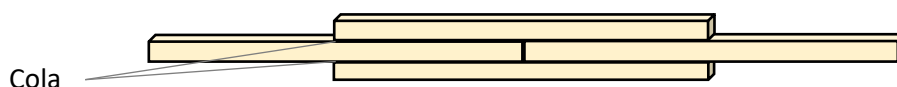

Figura 1: Esquema de emenda das barras
- 5) Podem ser feitas juntas para as barras com emendas por superposição de palitos, ficando a critério de grupo a forma de ligação. Recomenda-se que seja utilizado o esquema da figura 1.
- As emendas de palitos, de acordo com a figura 1, não havendo limite de palitos.